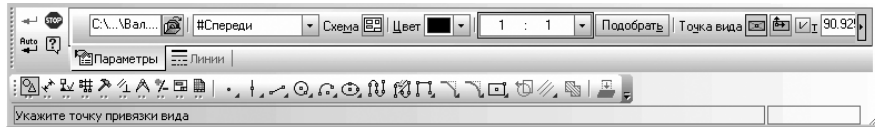

Рис. 4.144. Панель свойств: Эллипс по центру и вершине, Компактная панель и Строка сообщений
- отпустите левую кнопку мыши. Появится **Панель свойств: Эллипс по центру и вершине прямоугольника** (рис. 4.144).